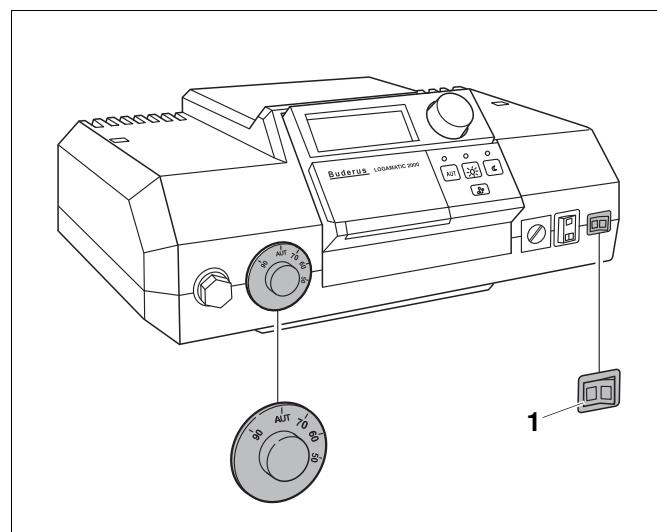
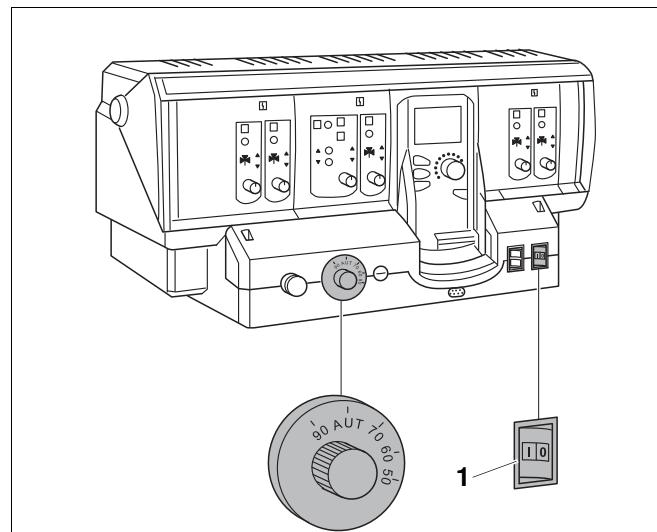

Рис. 35 Система управления Logamatic 2000
Рис. 36 Система управления Logamatic 4000
- Установить пусковой выключатель (Рис. 35, поз. 1 или Рис. 36, поз. 1) в положение "0" (ВЫКЛ.).